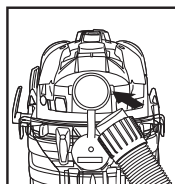

FIGURE 17
39. Votre aspirateur peut être utilisé comme puissante soufflerie. Pour utiliser l'appareil comme soufflerie, dévissez le couvercle du port de la soufflerie situé à l'arrière du couvercle du réservoir. Enlevez toute obstruction du tuyau. Insérez l'extrémité du tuyau comportant le contre-écrou dans le port de la soufflerie et serrez le contre-écrou. **FIGURE 17.** Ne serrez pas trop. En raison de la puissante force de l'air lors de l'utilisation de certains accessoires, il faut être prudent lors de l'utilisation d'une souffleuse.